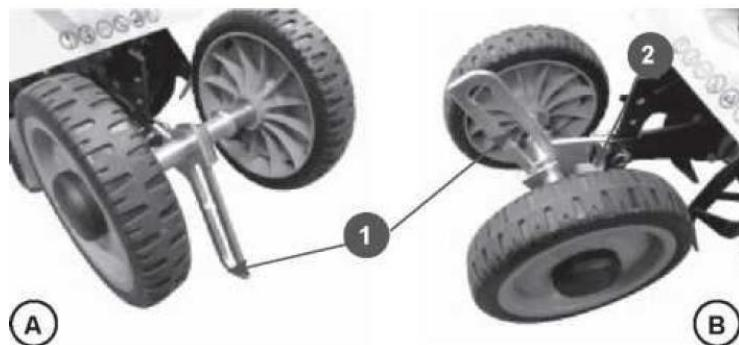

Рис. 1
С завода культиватор поставляется с направляющей регулировки высоты колес (1) (рис.1), установленной регулирующим пазом с отверстиями вниз (транспортировочное положение, рис.1A). При начальной сборке культиватора необходимо направляющую установить пазом вверх (рис.1B).